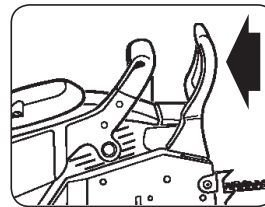

Fig. 5A
1. Le frein de chaîne n'est pas actionné (la chaîne se déplace) quand le levier du frein est tiré vers l'arrière et bloqué (Fig. 5A).